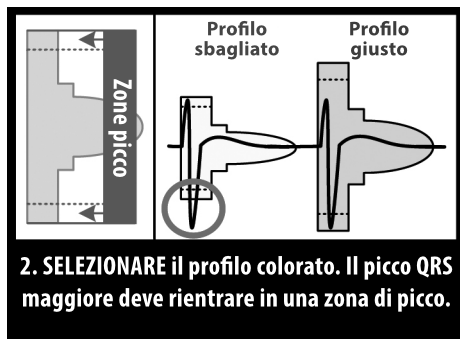

Figura 3. Selezione del profilo colorato
1. **Selezionare** il profilo colorato dallo strumento per la selezione del paziente che meglio corrisponde all'ampiezza del QRS (Figura 3 Selezione del profilo colorato a pagina 20). Per i segnali bifasici o a tacche, è necessario utilizzare il picco maggiore per determinare il profilo colorato appropriato. Il picco QRS deve rientrare nella finestra delimitata dalla linea punteggiata e dal picco del profilo colorato.